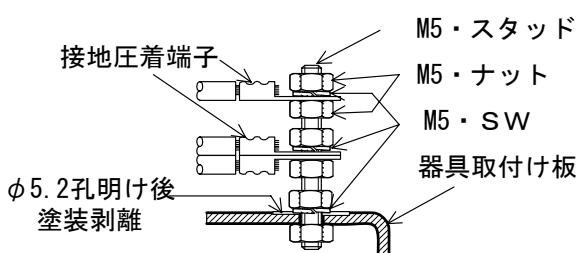

図 2-1
- (j) コントロールボックス内の器具取付け板には、器具取付け板の塗装を剥離して、M5 のスタッドボルトにより、接地端子を設け接地線を接続する。図 2-1 参照